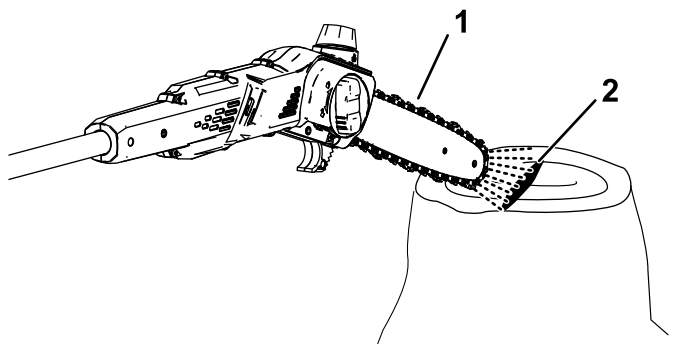

Figura 16
2. Para se assegurar de que o óleo está a fluir para a corrente, aponte a extremidade do podador para uma superfície (por exemplo, papel, cartão, um tronco) e faça funcionar o podador; deve observar uma ligeira pulverização de óleo na superfície (Figura 16).